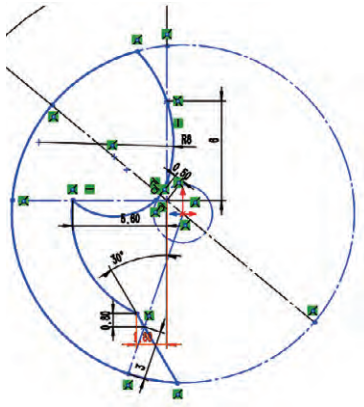

图 17
(12) 使用圆弧工具“圆心 / 起 / 终点画弧”工具绘制以原点为圆心的圆弧, 端点分别与圆弧 1 和步骤 9 中所绘直线的端点重合, 如图 17 所示。